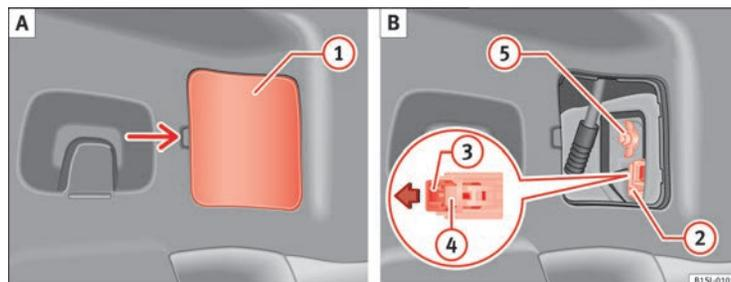

Fig. 148 En el lateral del maletero: A: Desmonte la cubierta, B: Desmontaje de los grupos ópticos traseros.
3. Retire la cubierta ① con cuidado haciendo palanca ⇒ fig. 148 A.
4. Tire del bloqueo ③ en el conector ② en la dirección de la flecha ⇒ fig. 148 B. Ayúdese para ello del destornillador de las herramientas de a bordo.
5. Presione el encastre ④ y extraiga el conector ② ⇒ fig. 148 B.
6. Desenrosque la tuerca de mariposa ⑤ ⇒ fig. 148 B.
13. Sujete con una mano la luz trasera en la posición de montaje y enrosque fijamente la tuerca de mariposa con la otra mano ⑤ ⇒ fig. 148 B.
15. Inserte el conector ② en el portalámparas y presione el bloqueo ③ en el conector en la dirección contraria a la flecha ⇒ fig. 148 B.